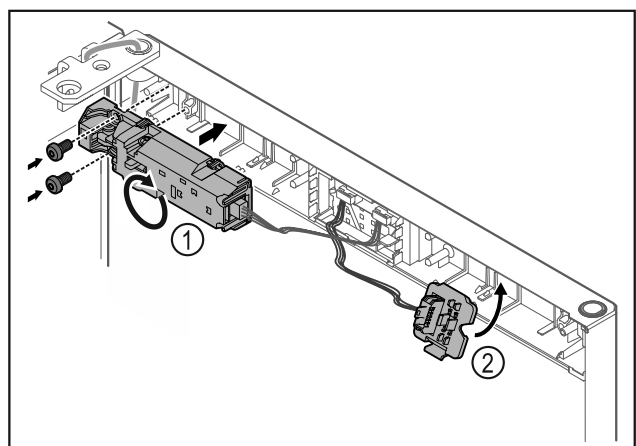

Fig. 21
- ▶ Pasukite nuotolinį užraktą Fig. 21 (1) 180° ir pritvirtinkite priešingoje pusėje.
- ▶ Užfiksukite kištuko laikiklį Fig. 21 (2) priešingoje pusėje.